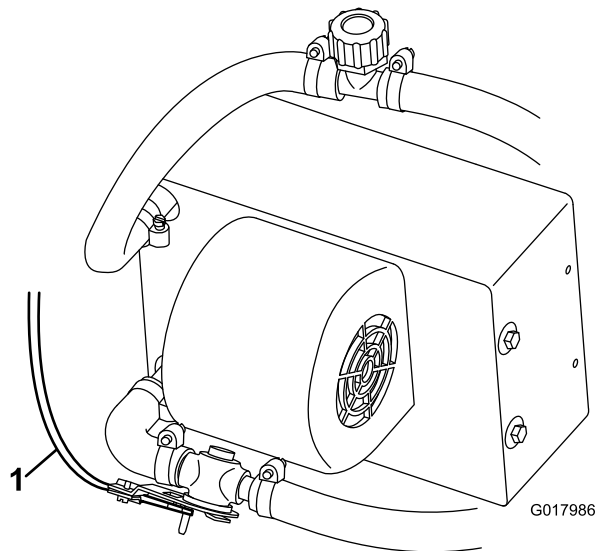

Figura 24
8. Encaminhe e ligue o cabo do controlo do aquecedor à válvula do aquecedor (Figura 24).